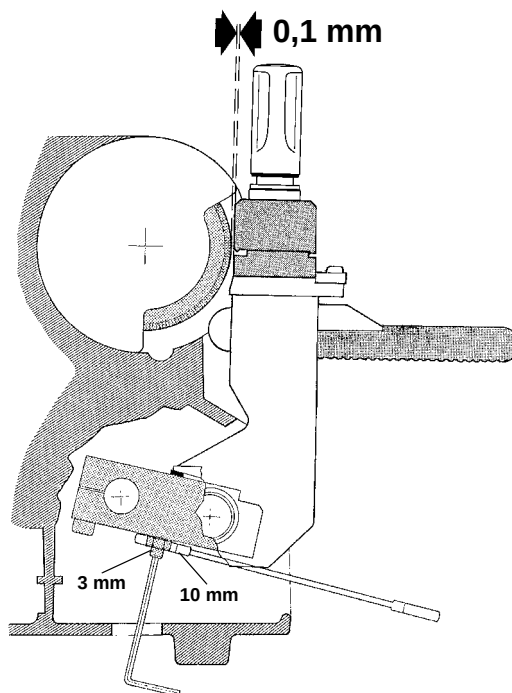

Fig. 28
- 2) Desbloqueie o carro e levante-o (contra a fresa) até o fim do curso (fig. 28).